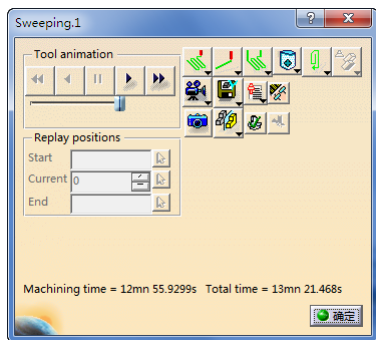

图 3-254 实体切削仿真（15）
- 单击图 3-253 所示对话框中的 View from last result 按钮, 然后单击 Forward replay 按钮, 显示实体切削仿真（15），如图 3-254 所示。